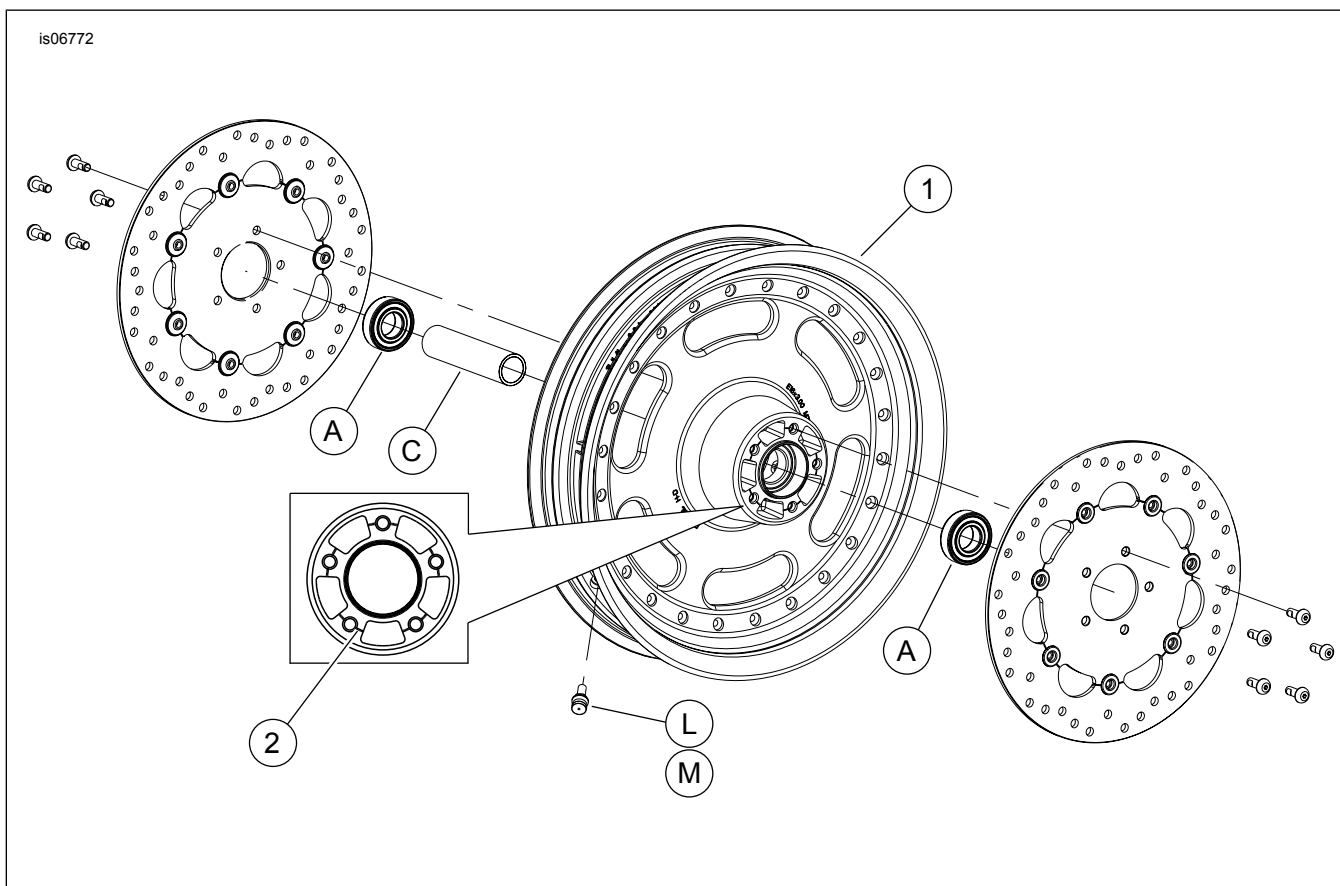

Figura 1. Piezas de servicio: Rueda delantera recortada Fat Bob
2. Vea la Figura 1. Instale el conjunto del vástago de la válvula (L) en la rueda. Vea el Manual de servicio.